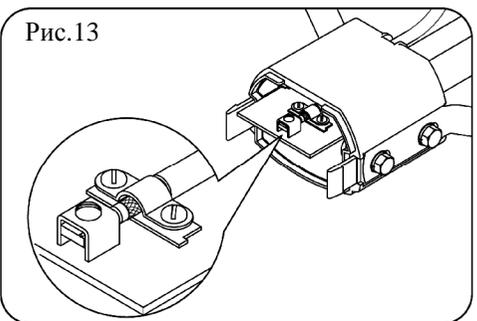

Рис.13
5.15. Вставить подготовленный конец кабеля в центральное отверстие корпуса большой монтажной коробки и зафиксировать на плате (рис.13). Закрыть крышку большой монтажной коробки.